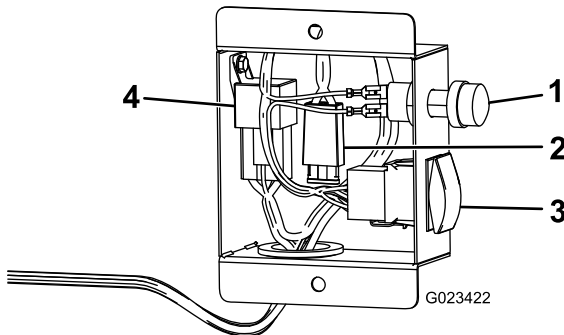

Figure 19
**Remarque:** Le fusible du moteur du dévidoir est situé dans le boîtier d'interrupteur (Figure 19).